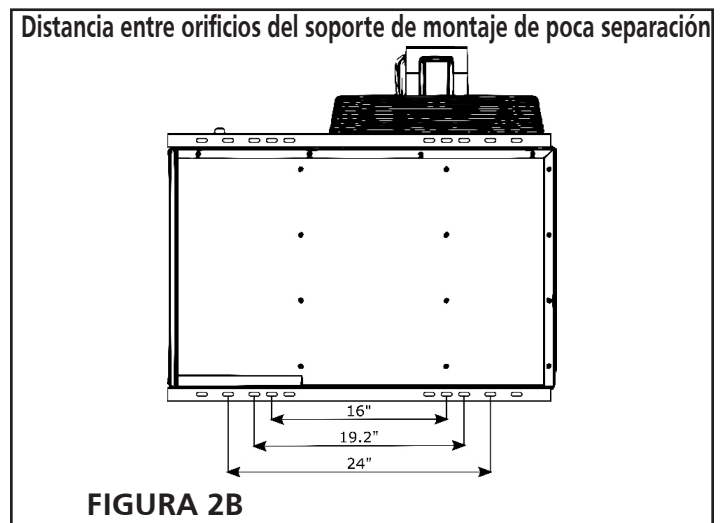

FIGURA 2B
31. Asegure el calefactor a soportes estructurales capaces de soportar su peso (Tabla 1) y con las separaciones que se muestran en la Figura 2B.